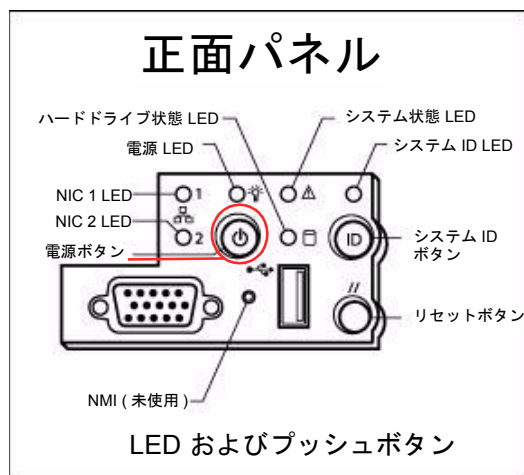

図 2-24 電源ボタンおよび正面パネルの詳細
5. 正面カバーを開き、正面パネルの電源ボタン (図 2-24) を押します。